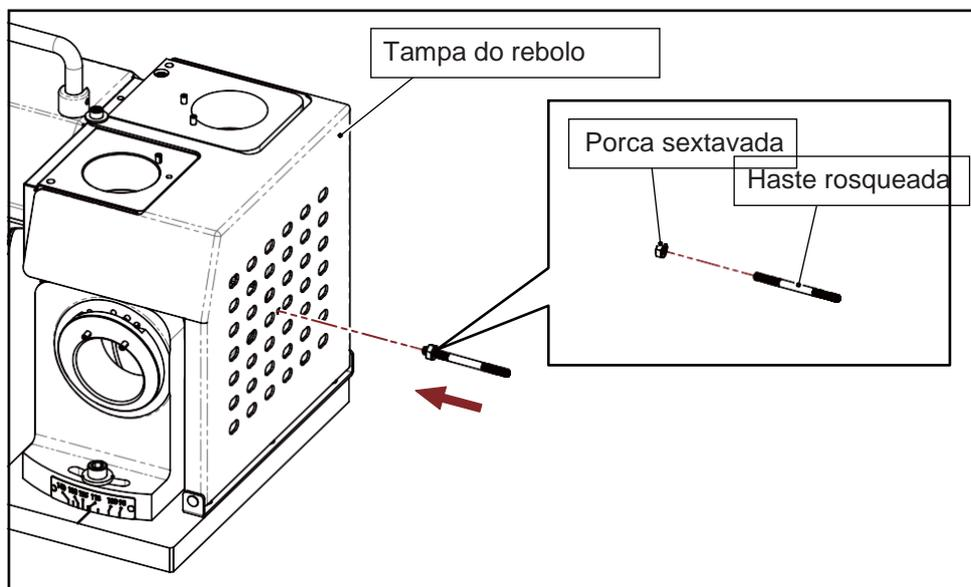

Fig. 4-1
1. Rosqueie a porca sextavada na posição correta da haste rosqueada, alinhe a extremidade da haste rosqueada contendo a porca sextavada com o furo cônico da tampa do rebolo e gire a haste rosqueada no sentido horário para rosquear a haste na tampa do rebolo e aperte de leve. (Fig. 4-1)